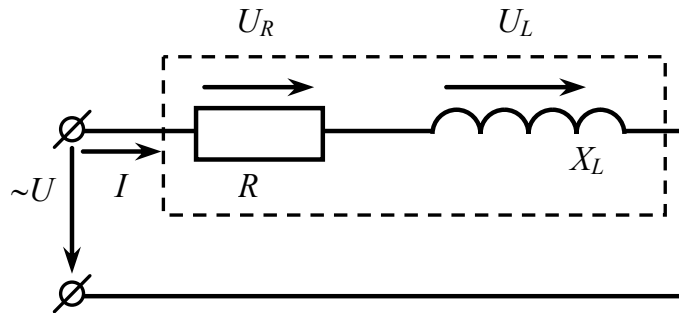

Рис. 11. Электрическая цепь реальной катушки индуктивности, содержащей  $R$ - и  $L$ -элементы
**Цепь с реальной индуктивной катушкой.** Схема замещения реальной индуктивной катушки содержит  $R$ - и  $L$ -элементы (рис. 11). Наличие активного сопротивления связано с тем, что материалом для изготовления катушки служит металлический провод, обладающий активным сопротивлением.